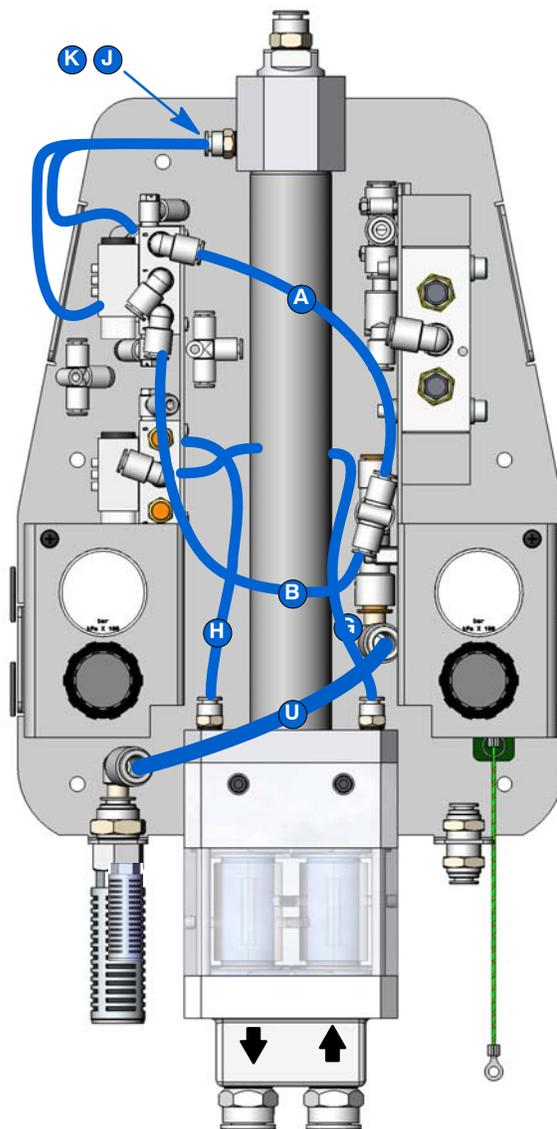
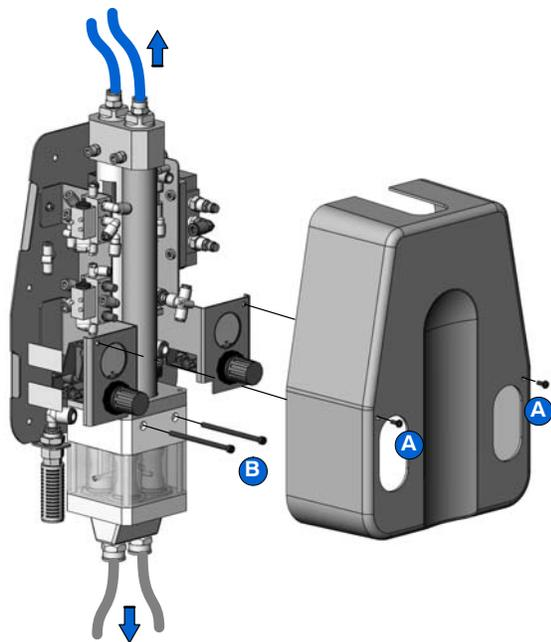

Рис. 10 Отсоединение пневмошлангов
Рис. 9 Снятие узла насоса
1. См. рис. 9. Отсоединить шланги продувочного воздуха от верхней части насоса.
3. Вывернуть два винта (A) и снять крышку с насоса.
4. См. рис. 10. Отсоединить один конец каждого из семи указанных пневмошлангов.
ПРИМЕЧАНИЕ: Буквы на рис. 10 соответствуют буквам на стр. 20, *Схемы подвода шлангов*.
5. См. рис. 9. Вывернуть два винта (B) крепления узла насоса к основанию. Перенести узел насоса на чистое рабочее место.